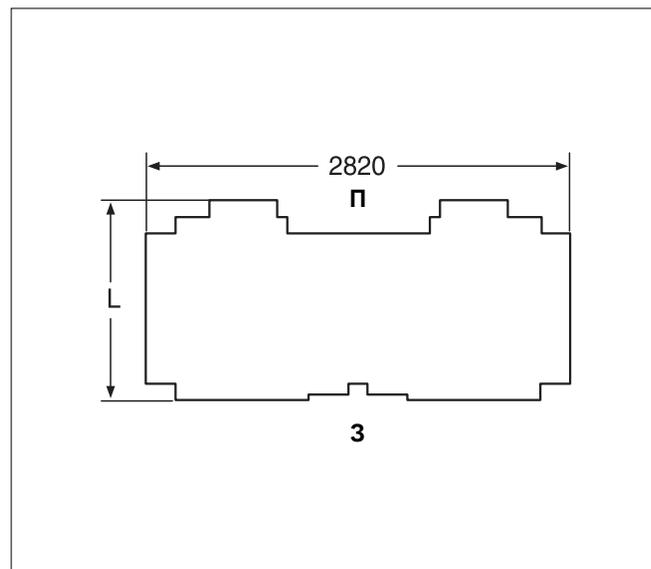

Рис. 32 Теплоизоляция
- ▶ Поставляемые теплоизоляционные элементы соответствуют типоразмеру котла (таб. 3). Разместите теплоизоляцию на котле в соответствии с рис. 32.